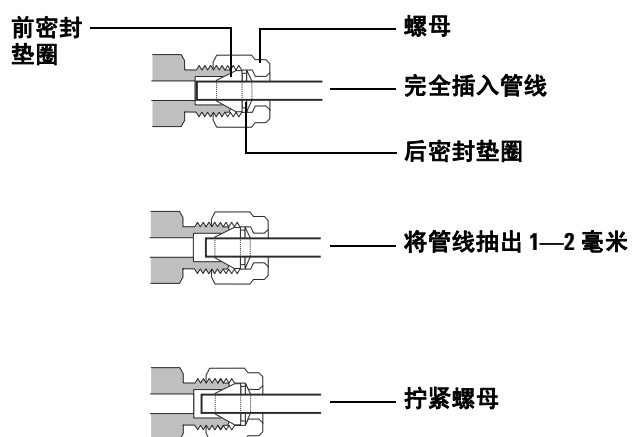

图 9 插入管线
- 5 将管线完全推入插头中，然后将其抽出大约 1 至 2 毫米（图 9）。